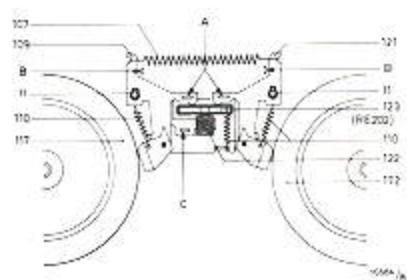

Fig. 10
Einstellung der Bremsmagnete und der Bremsen (Fig. 10,11)
- Bei erregtem Magneten soll der Abstand zwischen den Bremschuhen an den Bügeln 109 und 121 und den Spulentellern 0,6-0,7 mm sein. Einstellen durch Biegen der Zungen A. Es soll darauf geachtet werden, dass der Abstand links und rechts gleich ist (Fig. 10).
- Bei umgekippten Bremschuhen (runde Kante der Bremschuhe gegen die Spulenteller) soll der Abstand zwischen dem Magnetanker und den Bremsbügeln (109 und 121) 0,3 bis 0,4 mm sein. Einstellen durch Biegen der Zunge C (Fig. 10).
Einstellen durch Kürzen der Feder 107 (Fig. 10) oder durch Dehnen oder aber durch Ersatz derselben.